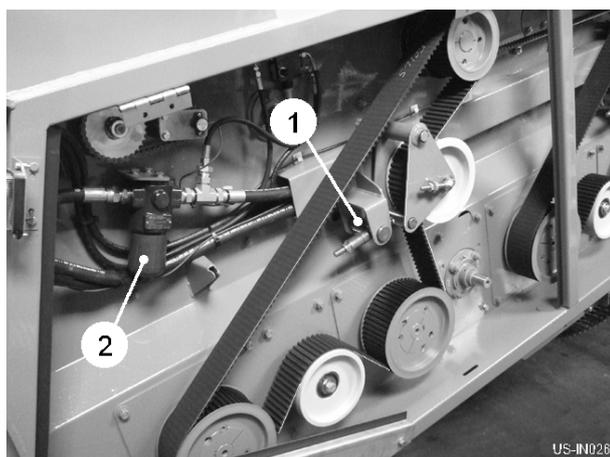
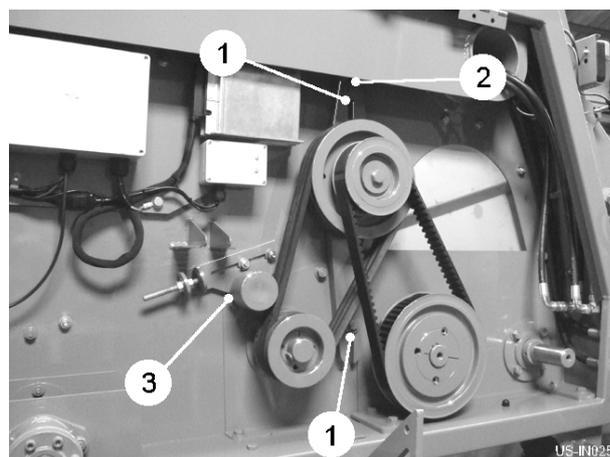

Fig 15
Fig 16
Les ceintures de la promenade dentées ont des ajusteurs (item 1, fig 15) qui sont visibles quand le garde approprié est ouvert. Comme un guide, la tension de la ceinture correcte est accomplie quand, à une distance demi chemin entre les poulies espacées les plus loin, la ceinture peut être tordue aucun plus que 45° longitudinalement. Pour mettre la boîte du galet tension de la ceinture (facultatif), premièrement mettez la tension de la ceinture dentée en défaisant la fixation verrouille (item 1, fig 16) et ajuster le verrou du tensioner (item 2, fig 16). Finalement, ajustez le 'V' tensioner de la ceinture (item 3, fig 16). Mettez le 'V' ceintures serré assez donner une promenade positive sans étirer indu.
Un filtre de la pression (item 2, fig 15) est monté dans la ligne de la provision du tracteur. L'élément devrait être remplacé après les premières 50 heures d'exécuter le temps et alors annuellement ou chaques 500 heures par la suite.